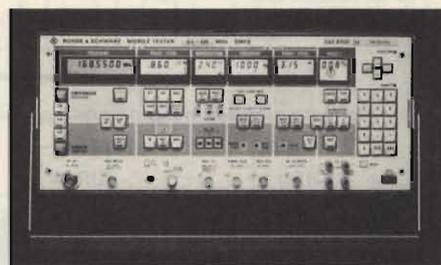

Fig. 6 - Vista del pannello frontale relativo al tester portatile per il controllo dei ricetrasmittitori R&S, modello SMFS.
- 1) Fig. 6 IC1 = TLO82 o μ A1458 - 2) Pag. 26: riga 21° colonna 12 = $I_s/I_d \cdot I_1$ - 3) Elenco componenti del filtro a 3 vie: R8 = 30 K - 4) Fig. 14: R6 non va all'uscita di IC1c, bensì al suo ingresso, cioè al punto comune di R4 e R5 - 5) Fig. 17 e 18: R6 va collegata come R6' (occorre togliere un pezzetto di pista). I piedini 8 e 9 di IC1' vanno collegati assieme - 6) Pag. 34, prima riga: 1,5 : 1 e 1 : 1,5 anziché 5 : 1 e 1 : 5 - 7) Pag. 33, riga 10: 10 kHz anziché 100 kHz - 8), Fig. 25 - La piedinatura del BC 327 è identica a quella del BC 237.